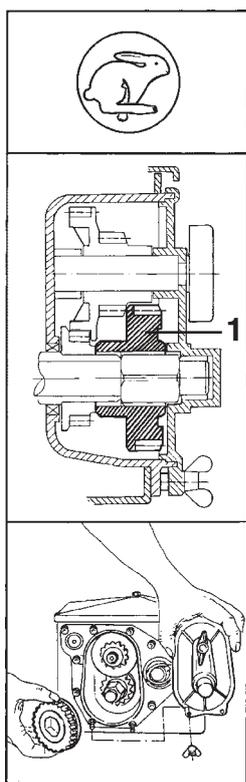
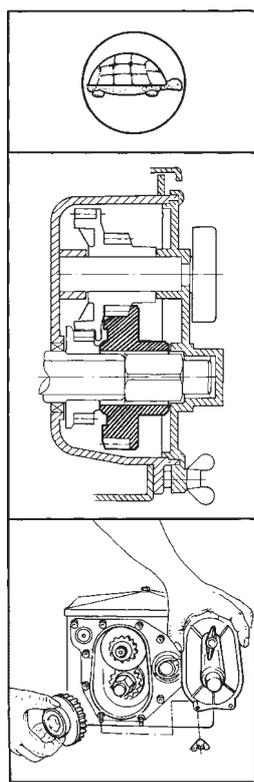

Рис. 8.10
Рис. 8.11
Коробка передач (8.8/1) позволяет осуществлять привод дозирующего вала с двумя различными скоростями. Благодаря этому увеличивается диапазон регулировочной шкалы (8.8/2). Перевернув шестерню (8.10/1), можно установить режим высокой (рис. 8.10) или низкой (рис. 8.11) нормы высева.
- Снять нижнюю шестерню (8.10/1) с вала, перевернуть и, как показано на рис. 8.11, поставить на место. Если шестерня не снимается вручную, подвигайте приводное колесо, пока шестерня легко не снимется.